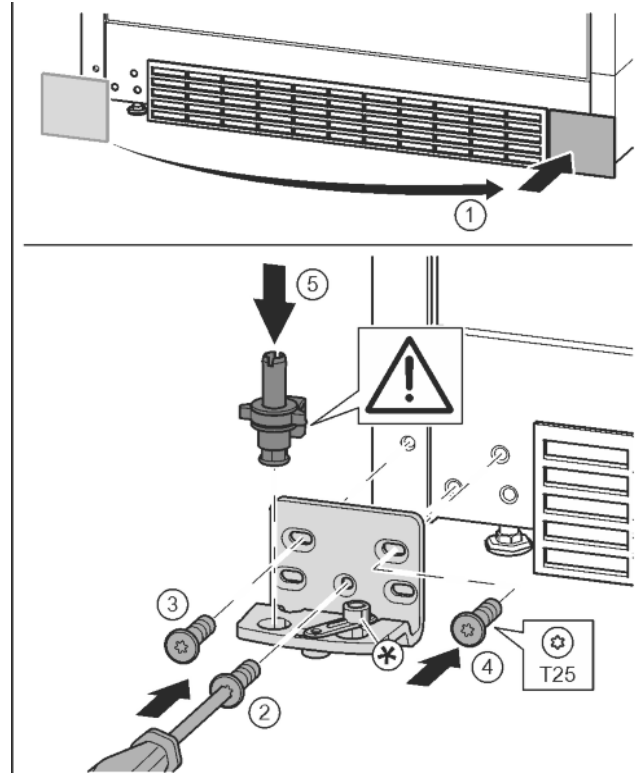

Fig. 15
- ▶ Sejměte kryt a připevněte jej na druhé straně. Fig. 15 (1)
- ▶ Nasadíte stojan ložiska na druhé straně a přišroubujte pomocí šroubováku T25. Začněte šroubem 2 dole uprostřed. Fig. 15 (2)
- ▶ Pevně utáhněte šroub 3 a 4. Fig. 15 (3, 4)
- ▶ Zcela vložte ložiskový čep. Přitom dávejte pozor, aby zajišťovací vačka směřovala dozadu. Fig. 15 (5)